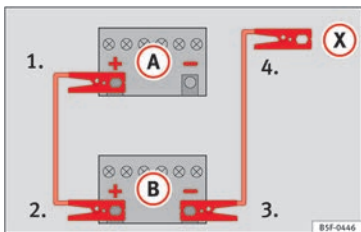

Abb. 87 Anschlusschema für Fahrzeuge ohne Start-Stopp-System.
mit der entladenen Fahrzeugbatterie (A) »» Abb. 87.
3. Klemmen Sie das andere Ende des roten Starthilfekabels an den Pluspol (+) des stromgebenden Fahrzeugs (B).
4. Bei Fahrzeugen ohne Start-Stopp-System: ein Ende des schwarzen Starthilfekabels an den Massepunkt (-) des Strom gebenden Fahrzeugs (B) »» Abb. 87 anklemmen.